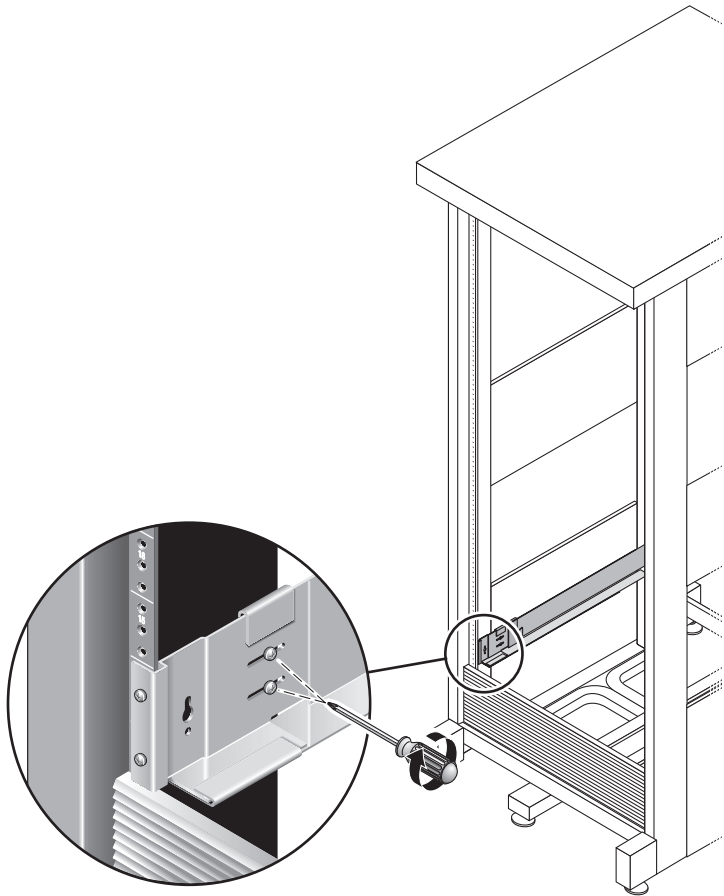

FIGURE 2-7 Serrage des vis de réglage
8. À l'aide du tournevis cruciforme n° 2, serrez les quatre vis de réglage (deux de chaque côté) vers l'arrière de chaque rail (FIGURE 2-7).